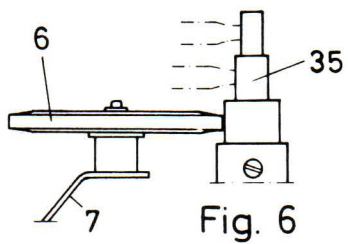

Fig. 6
JUSTERING AV MELLANHJULETS (6) HORIZONTALÄGE. FIG 6.